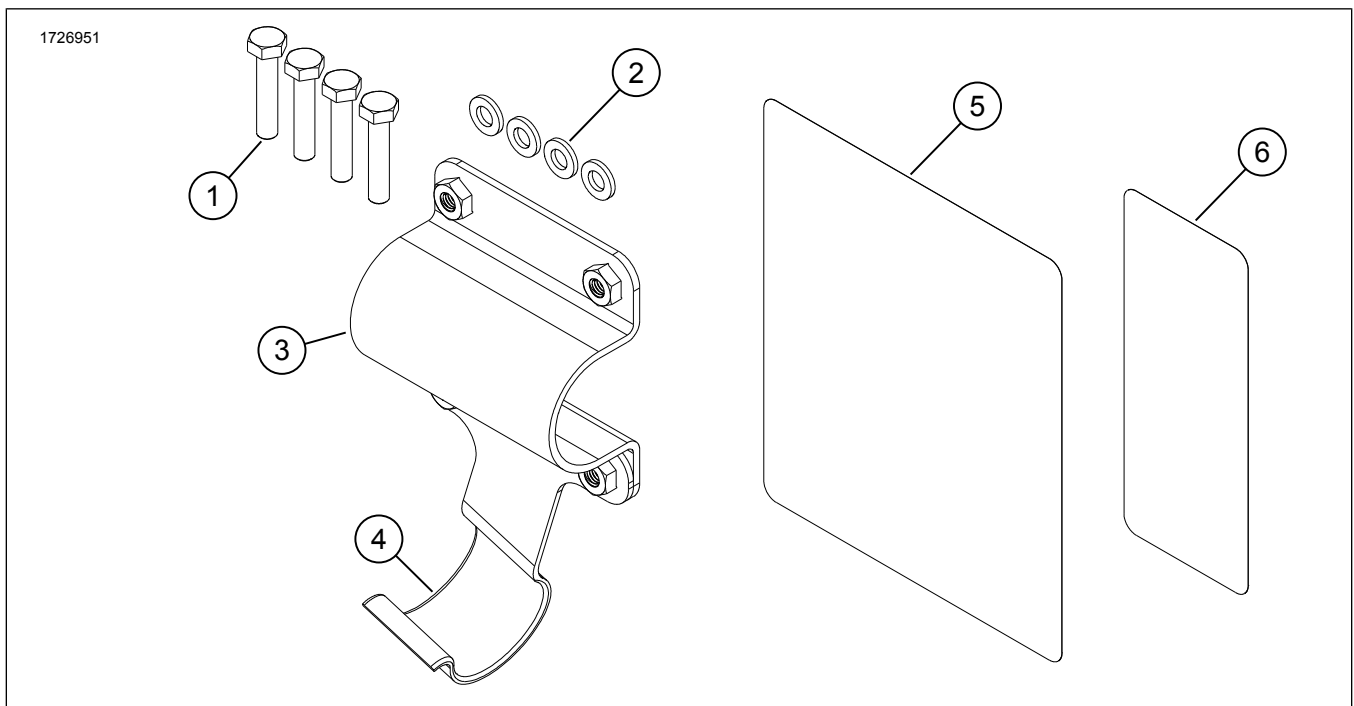

Figura 1. Contenido del kit: Soporte de montaje de bolsa de basculante de una sola cara
1. Consulte la Figura 1. Instale la cinta protectora (5, 6) en el basculante.